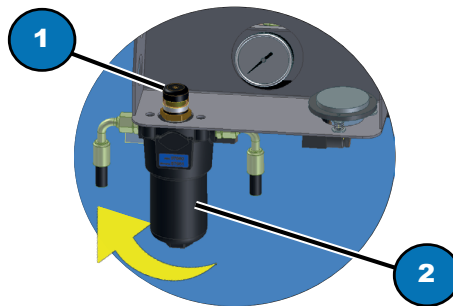

Fig. 8.3
Le réservoir est muni d'un filtre (Fig. 8.3, 2). À chaque utilisation de la machine, vérifier l'indicateur de bourrage du filtre (Fig. 8.3, 1) soit vert. Ce contrôle doit être effectué pendant la phase opérationnelle. Si l'indicateur est situé dans la zone rouge, le filtre doit être remplacé.
- dévisser le filtre (Fig. 8.3, 2) en utilisant, si nécessaire, la clé appropriée ;